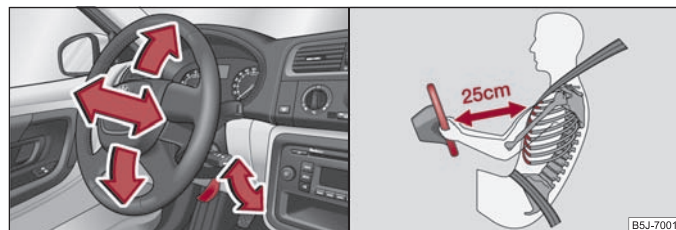

Abb. 3 Verstellbares Lenkrad: Hebel an der Lenksäule / der richtige Abstand des Fahrers vom Lenkrad
- Schwenken Sie den Hebel unter der Lenksäule ⇒ Abb. 3 nach unten.
- Stellen Sie das Lenkrad so ein, dass der Abstand zwischen Lenkrad und Brustbein mindestens 25 cm beträgt ⇒ Abb. 3. Wenn Sie den Mindestabstand nicht einhalten, kann Sie das Airbag-System nicht schützen - Lebensgefahr!